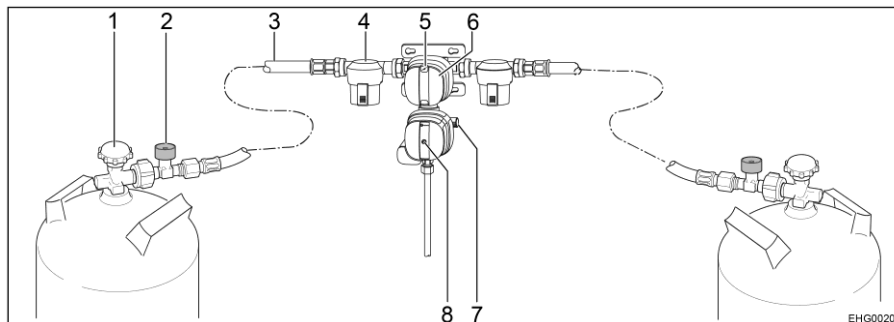

Bild 135 Säkerhetsgastryck-styrssystem DuoControl CS
DuoControl-styrsystemet består av en omkopplingsventil och en crashsensor. DuoControl-styrsystemet är monterat mellan högtrycksslangarna (Bild 135,3) med slangbrottssäkring (Bild 135,2). Med vredet (Bild 135,6) på omkopplingsventilen ställer du in vilken gasflaska som ska användas som driftflaska och vilken som ska användas som reservflaska.
I fönstret (Bild 135,5) visas gasförsörjningens status:
Crashsensorn stänger av gastillförseln vid kraftig vibration (t. ex. vid en krock). Den gula återställningsknappens (Bild 135,8) läge indikerar crashsensorns driftstatus:
- När den gula återställningsknappen (Bild 135,8) är intryckt är crashsensorn driftklar.
- När den gula återställningsknappen (Bild 135,8) sticker ut är crashsensorn **inte** driftklar. Idrifttagning, se nedan.
Slangbrottssäkringen (Bild 135,2) stänger av gasflödet om den anslutna slangen går sönder. Slangbrottssäkringen måste aktiveras genom att trycka på den gröna knappen.
- Med vredet (Bild 135,6) på omkopplingsventilen väljs gasflaskan, som ska prioriteras (driftflaska). Vrid alltid vredet till stoppläget.
- Öppna huvudavstängningsventilerna (Bild 135,1) på gasflaskorna.
- Tryck in slangbrottssäkringens gröna knapp (Bild 135,2) i cirka 5 sekunder. I fönstret (Bild 135,5) visas den gröna markeringen.
- Om crashsensorn har utlöst (den gula återställningsknappen (Bild 135,8) sticker ut):
Tryck in den gula återställningsknappen (Bild 135,8) hårt, vrid lätt medurs och håll den intryckt i 5 sekunder. Säkerställ att återställningsknappen stannar klar i det intryckta läget ("driftklar").
- Stäng huvudavstängningsventilerna (Bild 135,1) på gasflaskorna.
Om den gröna kontrolllampan (Bild 136,6) slocknar under drift och den röda kontrolllampan (Bild 136,5) tänds är driftflaskan tom och måste bytas ut. I fönstret (Bild 135,5) för gasflaskan visas den röda markeringen. Gasförbrukarna försörjs med gas från reservflaskan.
- Vrid vredet (Bild 135,6) till stoppläget i riktning mot den aktuella gasflaskan. Då blir denna gasflaska driftflaska och den tomma flaskan blir reservflaska. Markeringen i fönstret (Bild 135,5) växlar från rött till grönt.
- Stäng huvudavstängningsventilen (Bild 135,1) på den tomma gasflaskan. Beakta pilriktningen.
- Tryck på den gröna knappen på slangbrottssäkring (Bild 135,2).